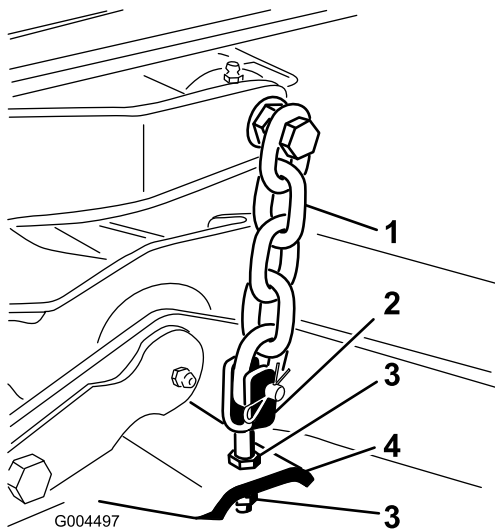

図 24
8. デッキのヨーク/チェーンをデッキに固定しているジャムナットを調整してデッキを水平にする（図 24）。
7. ブレードのピッチが 8 mm になるように、後のヨーク/チェーンを固定しているジャムナットで刈り込みデッキ後部の高さを調整する（図 24）。